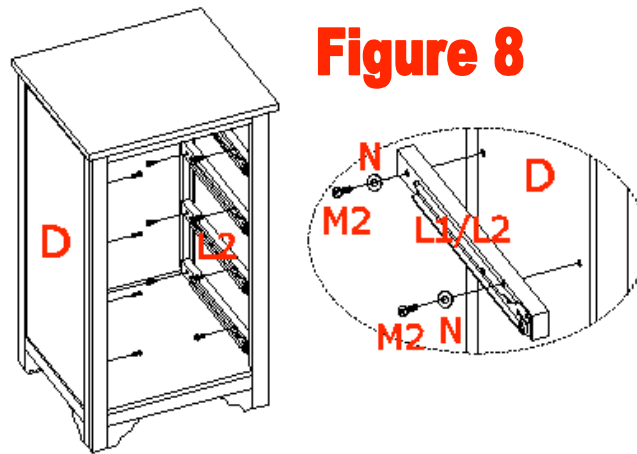

Figure 8
10. Redressez le cadre de la base assemblé et installez les montants de glissière gauche et droit (pièces L1 et L2) à l'intérieur du meuble avec les boulons de 1 po (pièce M2) et des rondelles plates (pièce N), tel qu'illustré à la figure 8.